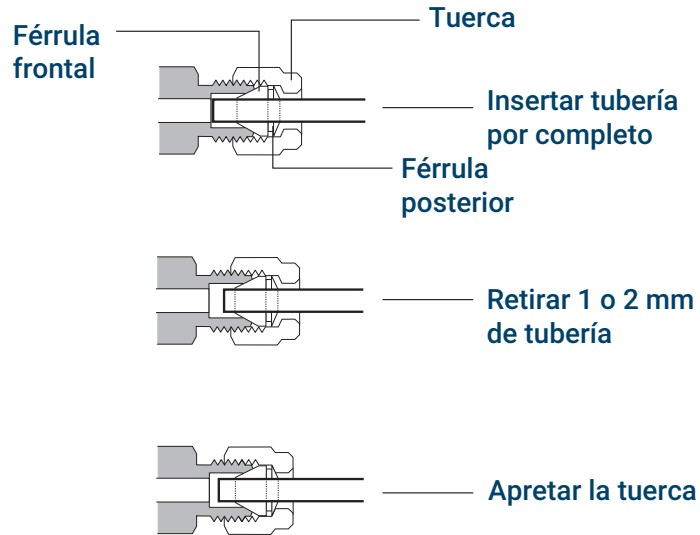

Figura 19. Inserción de la tubería
4. Empuje el tubo completamente hacia el interior del tapón y después retírelo aproximadamente de 1 a 2 mm. Consulte la **Figura 19**.